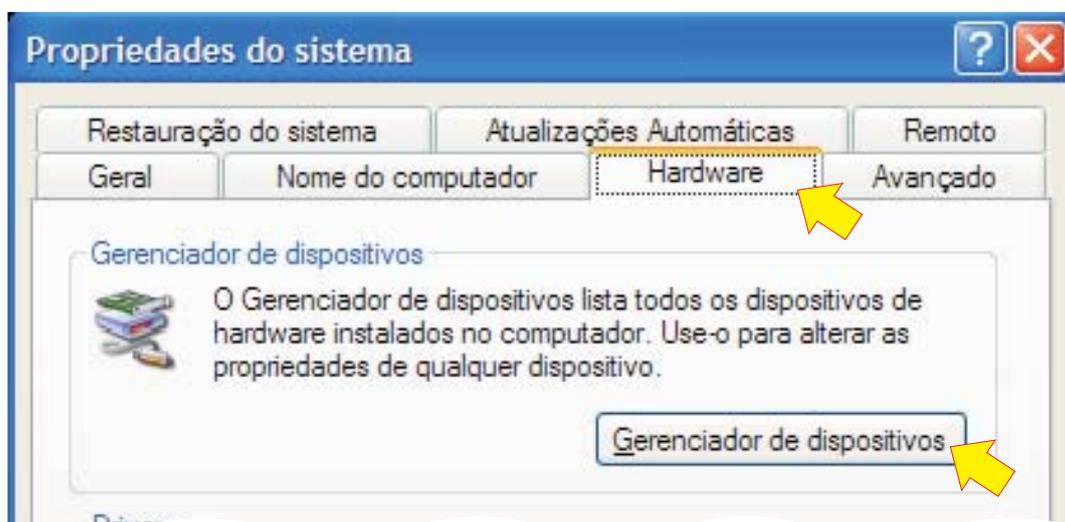

figura 2
b) Como na figura 2 acima, clique na aba 'Hardware' e em seguida no ícone 'Gerenciador de dispositivos'.